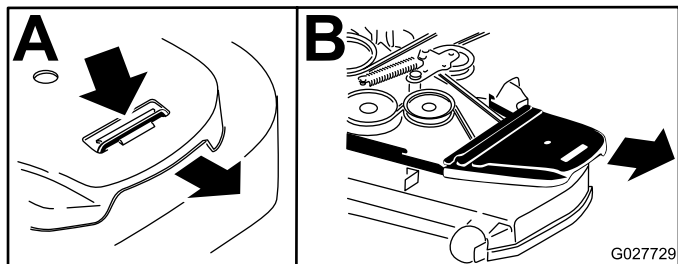

Рисунок 60
5. Полностью ослабьте болты крепления кожухов ремней и снимите кожухи ремней (Рисунок 60).